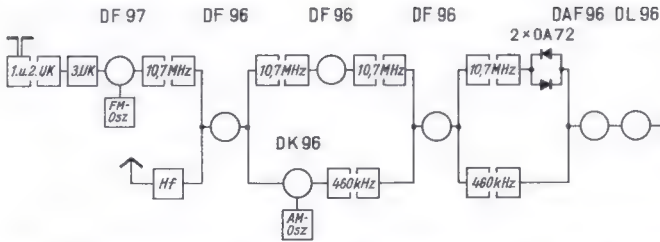
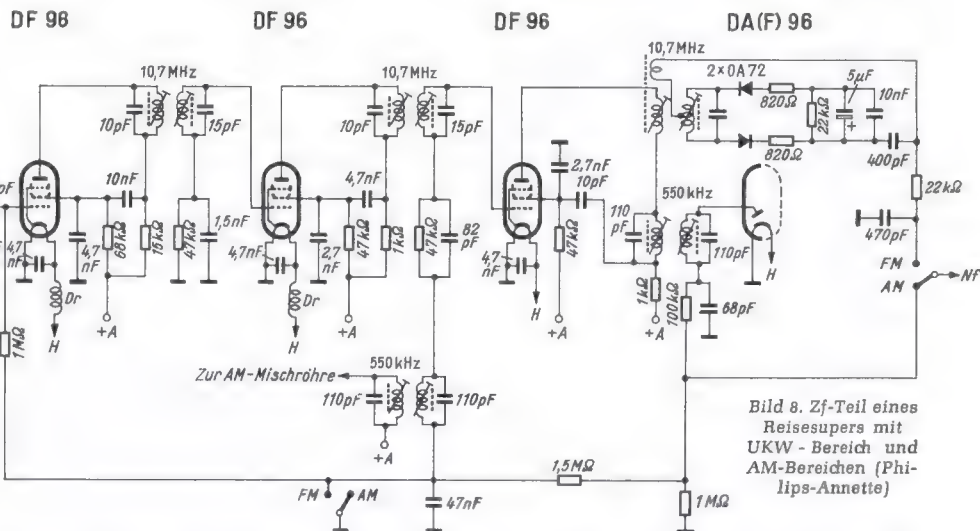

Bild 4. Blockschaltung des Empfängers Philips-Annette 471, eines AM/FM-Reisesupers mit D-Röhren
Bild 8. Zf-Teil eines Reisesupers mit UKW-Bereich und AM-Bereichen (Philips-Annette)
Wir möchten in diesem Zusammenhang auf eine in Österreich von Ingelen entwickelte Konstruktion verweisen. Der kleine Mittelwellensuper heißt „Portable TR 56“ und ist mit DK 96, DF 96, OA 72, 2 x OC 71 und 2 x OC 72 (B-Endstufe) bestückt. Der 40-Ω-Lautsprecher ist direkt in den Kollektorkreis eingeschaltet. Bemerkenswert ist die Stromversorgung. Der Netzteil entfällt, und als einzige Stromquelle dienen zwei normale Taschenlampen-Flachbatterien, wie sie in jedem Laden für 80 Pfennige bis 1 DM zu haben sind. Batterie I liefert den Heizstrom der beiden Röhren = 50 mA, und Batterie II speist den Gleichspannungswandler = 25 mA. Letzterer ist wie üblich mit OC 76 und OA 85 bestückt. Beide Batterien in Serie, das sind dann 9 Volt, versorgen die Treiberstufe (2 mA) und die B-Endstufe (8...20 mA) (Bild 3). Die Ausgangsleistung ist natürlich stark vom Zustand der Batterien abhängig (Bild 4).
Bild 4. Batteriestrom (a), Empfindlichkeit (b) u. Ausgangsleistung (c) in Abhängigkeit von der Batteriespannung beim Ingelen-Reisesuper TR 56; Batterie I = Gleichspannungswandler, Batterie II = Röhrenheizung
Wird der UKW-Bereich hinzugenommen, dann geht die Röhrenzahl in die Höhe, denn man benötigt für eine Zwischenfrequenz von 10,7 MHz bei einem Batterieempfänger mindestens drei Zf-Stufen, um auf gleiche Empfangsleistung wie bei einem Heimempfänger zu kommen. Deshalb treten zu den vier Röhren des Standard-AM-Empfängers meist drei weitere, nämlich die UKW-Mischröhre, und zwar bei den neuen Modellen vielfach eine DF 97 anstelle der eigentlich hierfür vorgesehenen DC 90 (vgl. den Aufsatz auf Seite 199 dieses Heftes) sowie zwei weitere Pentoden DF 96 als Zf-Verstärkerstufen. Bild 4 gibt als Beispiel die Blockschaltung des Philips-Reisesupers Annette 471 wieder.
um den Schaub-Lorenz-Super Camping Luxus. Ähnlich wie in Bild 4 liegt in der Antennenleitung zunächst ein fest eingestelltes Bandfilter L 1, L 2 und darauf folgt der eigentliche durchstimmbare Eingangskreis L 3. Der Oszillator-Abstimmkreis ist jedoch hier an die Anode der UKW-Triode DC 90 angeschlossen.
Bild 8 zeigt als typisches Beispiel für einen batteriebetriebenen Zf-Verstärker einen Schaltbildauszug aus dem Philips-Reisesuper Annette 471, dessen Blockschaaltung bereits in Bild 4 dargestellt wurde. Beim FM-Empfang wird die Regelleitung durch den Schalter FM/AM geerdet, die drei Pentoden DF 96 arbeiten also mit voller Verstärkung. Die zweite und dritte Röhre enthalten je ein RC-Glied im Gitterkreis (47 kΩ/1,5 nF und 47 kΩ/82 pF). Sie wirken dadurch als Begrenzer, so daß dem mit zwei Dioden OA 72 bestückten Ratiodetektor bereits eine weitgehend von Amplitudenstörungen freie Spannung zugeführt wird. Die AM-Zwischenfrequenz von 550 kHz wird über ein Bandfilter dem Gitter der dritten Röhre zugeführt und nach Verstärkung mit
der Röhrendiode DA(F) 96 demoduliert. Der Schalter FM/AM ist jetzt offen. Die Richtspannung dient zum Regeln der Zf-Röhre und der ersten Pentode DF 96, die - wie bei Bild 4 besprochen - hier als Hf-Vorröhre dient.